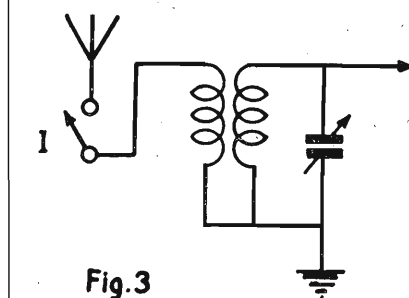

Fig. 3
1) Il più semplice consiste nel togliere l'antenna col circuito per mezzo di un interruttore I (fig. 3). Le stazioni locali sono captate dalla connessione che dall'interruttore I va al primario